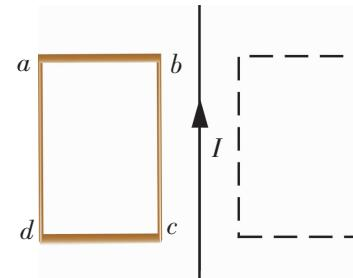

图 1-3-8
2. 一矩形线框 $abcd$ 与长直通电导线处于同一平面内， ad 边与导线平行，如图 1-3-8 所示，当线框在此平面内向右运动到导线的右边的过程中，请分析线框内感应电流方向的变化情况。